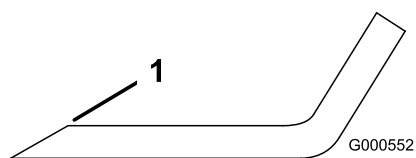

Figure 56
1. Au moyen d'une lime, aiguissez les tranchants aux deux extrémités de la lame (Figure 56).
Remarque: Si la lame est déséquilibrée, limez un peu l'extrémité de l'ailette seulement (Figure 56).